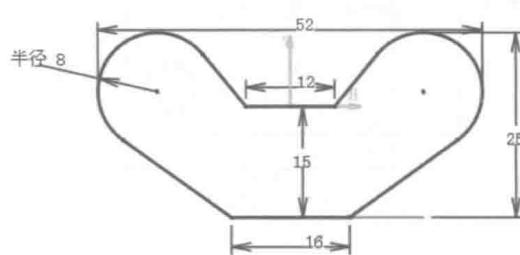

图 3.8 添加半径约束
Step8. 添加图 3.8 所示的半径约束。选择下拉菜单 **插入** → **约束** → **约束创建**